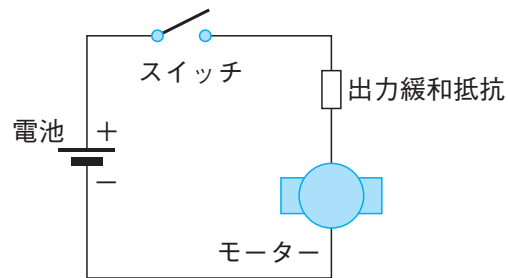

図3 出力緩和抵抗
- ② 図3のようにDC モーターと直列に小さな出力緩和抵抗(10Ω程度)を挿入すると、発進時の最大加速度を低減できます。また定常走行時の速度も遅くなります。この効果はギヤ比の選択の効果に加えたものになります。大きすぎる抵抗を使うと駆動力が不足してオート台車は動かなくなります。